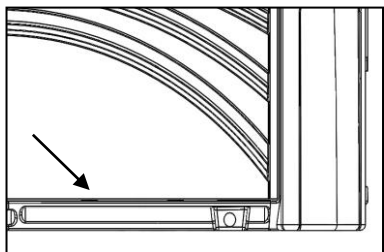
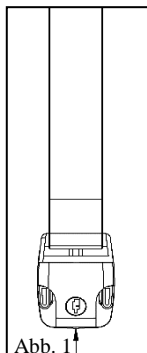

Abbildung 2
Abb. 1
1. Legen Sie die Abdeckung Ihres Spa in der vorgesehenen Position auf das Spa (siehe Abbildung 1). Das Scharnier der Abdeckung liegt dann parallel zu den unten angebrachten Löchern für den Heber (siehe Abb. 2).
2. Nehmen Sie eines der BASISROHRE und führen Sie dessen dickeres Ende an der in Abbildung 2 dargestellten Stelle in das Loch am Fuß des Spa ein.
2. Jeder Riemen verfügt über einen eingerasteten Steckverschluss für das Gehäuse. Lassen Sie diese Verschlüsse an den Riemenenden, entfernen Sie jedoch den Beutel mit den Schrauben. Ziehen Sie den Riemen leicht nach unten und bringen Sie in der Mitte unten am Verschluss eine Markierung an. (Abb. 1) Ein Stück Klebeband eignet sich dafür zum Beispiel gut. Markieren Sie jeden weiteren Riemen auf dieselbe Weise.